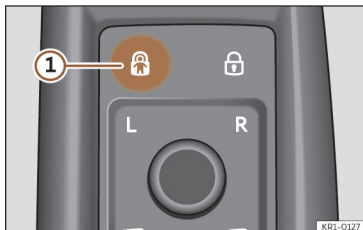

Abb. 76 In der Fahrertür: Touch-Panel für die elektrische Kindersicherung.
- **Aktivierung:** Drücken Sie auf das Touch-Panel >>> (Abb. 76)①.
Die Kontrollleuchte  am Touch Control leuchtet gelb, wenn die elektrische Kindersicherung aktiviert ist >>> (Abb. 76)①.